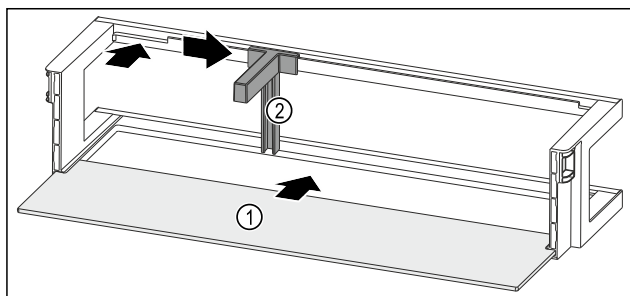

Fig. 166 Polica u vratima s policom za odlaganje
- ▶ Umetnite policu Fig. 166 (1) u bočna udubljenja.
- ▶ Držač za boce Fig. 166 (2) umetnite u otvor.
- ▶ Držač za boce Fig. 166 (2) pogurnite u željeni položaj na stranu.